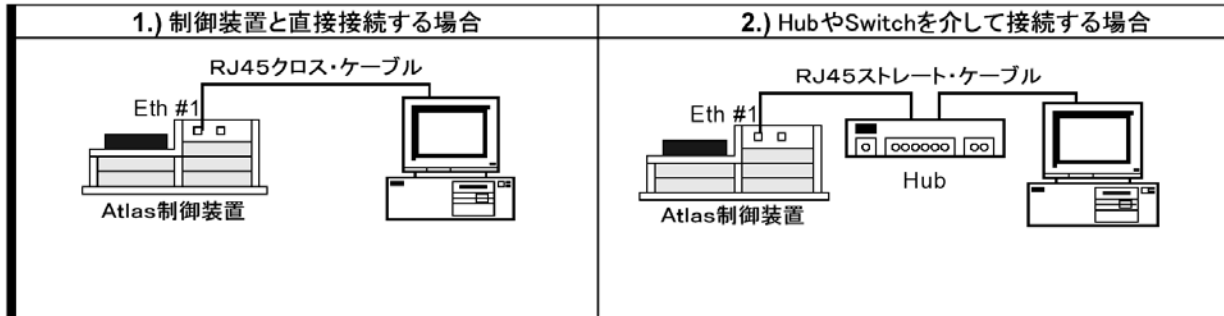

図2-2. ネットワーク・ケーブルの接続例
ネットワーク上での IP アドレスの衝突を避ける為に、AtlasPC 制御装置と、これをセットアップする為に使用する設定用 PC をネットワークから外します。そして、この 2 台の装置を直結します。直結の仕方に付いては、図 2-2 の参考例を参照してください。
- 図 2-2 で示すように接続して、AtlasPC に電源を投入してください。